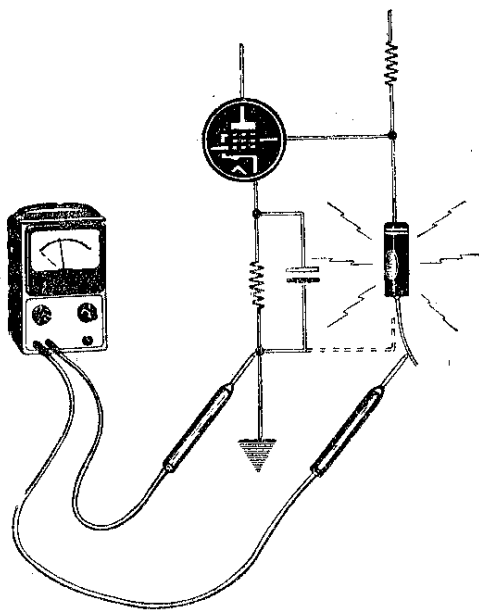

Fig. 135
**395** E' possibile che esistano condensatori difettosi: sono in generale quelli di fuga o di accoppiamento, cioè quelli che sono sottoposti a tensione. Sarà facile rilevarne l'efficienza o meno distaccandone dal circuito il terminale opposto a quello di tensione e inserendo su quello libero uno strumento per la portata di 250 volt (fig. 135 e 136): se il condensatore è efficiente l'indice dello strumento